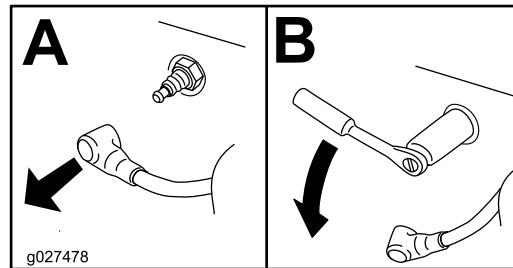

Figure 44
- Enlevez la bougie (Figure 44).